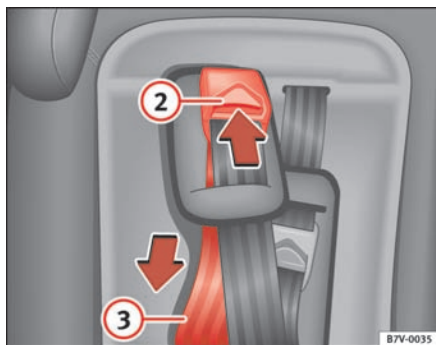

Fig. 39 Udsnit af det integrerede børnesæde: H-sele-indstilling
- Tryk udløserknappen ⇒ fig. 39 ② i pilens retning, og hold den inde.
- Træk den nederste del af H-selen ③ nedad i pilens retning, mens du trykker på udløserknappen. ■